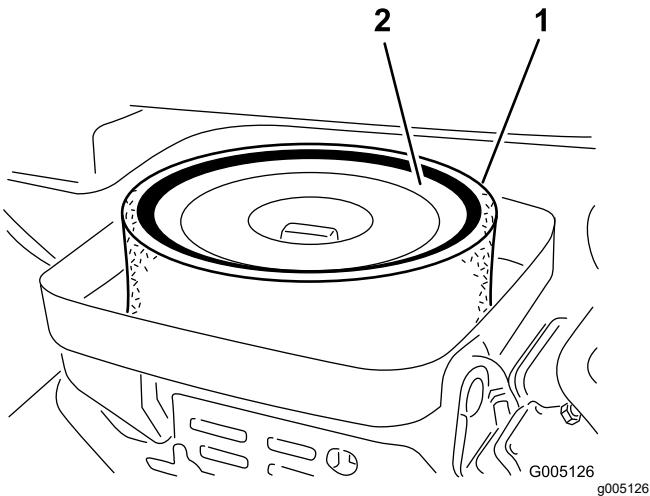

Figure 28
3. Retirez l'écrou à oreilles qui fixe les éléments au boîtier du filtre à air (Figure 28).
4. Si l'élément en mousse est encrassé, sortez-le de l'élément en papier (Figure 28). Nettoyez-le soigneusement comme suit :